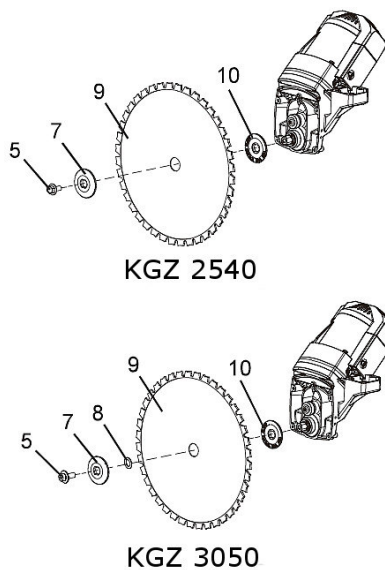

Abb. 48: Entfernen des Sägeblatts
Schritt 8: Drücken Sie auf die Arretierungstaste (6) und halten Sie sie fest, während Sie den Sägeblattschlüssel im Uhrzeigersinn drehen. Dadurch wird das Haubenschloss eingerastet und der Dornbolzen kann mit dem Messerschlüssel gelöst werden. Halten Sie den Arretierknopf (6) weiter gedrückt, während Sie den Schlüssel im Uhrzeigersinn drehen, um den Arretierbolzen zu lösen.
Schritt 9: **KGZ 2540:** Entfernen Sie die Dornschaube (5), den Sägeblattring (7) und das Sägeblatt (9). Den Innensägeblattring (10) nicht entfernen (Abb. 48).
KGZ 3050: Entfernen Sie die Dornschaube (5), den Sägeblattring (7), das Reduzierstück (8) und das Sägeblatt (9). Den Innensägeblattring (10) nicht entfernen (Abb. 48).
Schritt 4: **KGZ 2540:** Legen Sie den äußeren Sägeblattring (7) an das Sägeblatt (9) und auf die Dornschaube (Abb. 48).
KGZ 3050: Das Reduzierstück (8) gegen das Sägeblatt (9) setzen und das Reduzierstück (8) auf die Welle legen (Abb. 48).